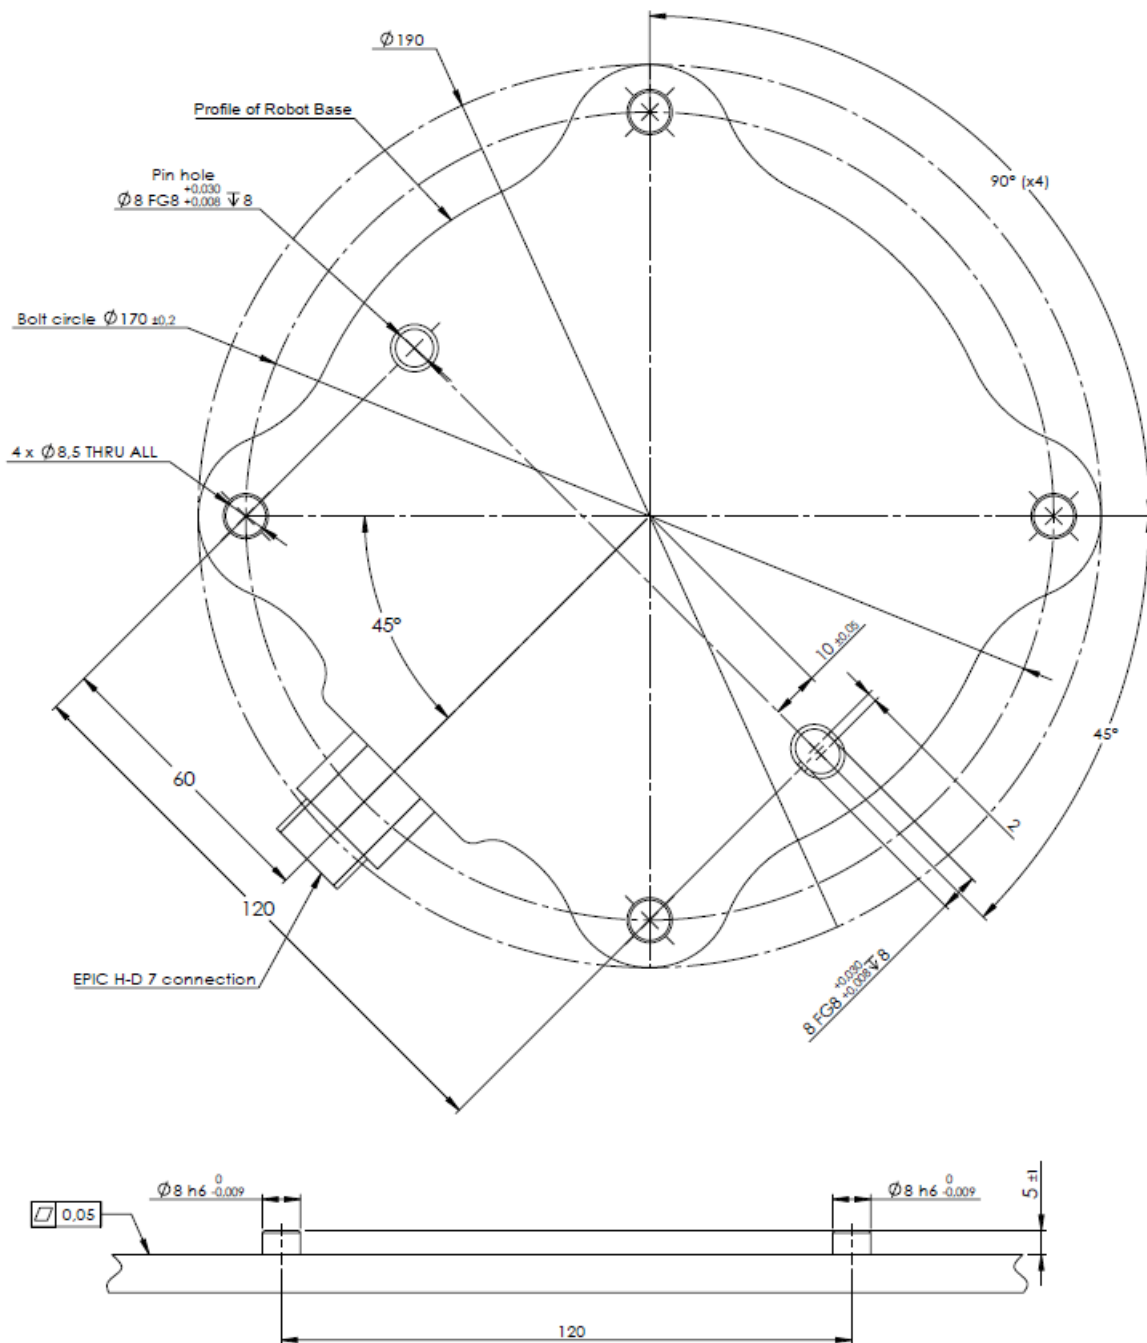

Figure 4.1: Отверстия для монтажа робота. Используются четыре M8 болта. Все измерения приведены в мм.
**Манипулятор робота** Для монтажа робота используются четыре болта М8, которые устанавливаются в четыре отверстия 8,5 мм в основании робота. Затяжку данных болтов рекомендуется выполнять с моментом 20 Н·м. Если требуется особо точное расположение манипулятора робота, воспользуйтесь двумя отверстиями Ø8, установив в них штифты. Кроме того, дополнительно можно приобрести точный контршаблон основания. На рис. 4.1 показаны точки, в которых требуется просверлить отверстия для установки винтов.